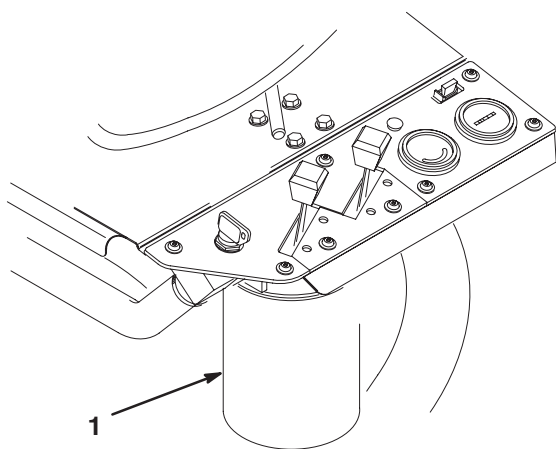

Bild 42
2. Reinigen Sie den Bereich um den Filterbefestigungsbereich (Bild 42). Stellen Sie ein Auffanggefäß unter den Filter und entfernen den Filter.